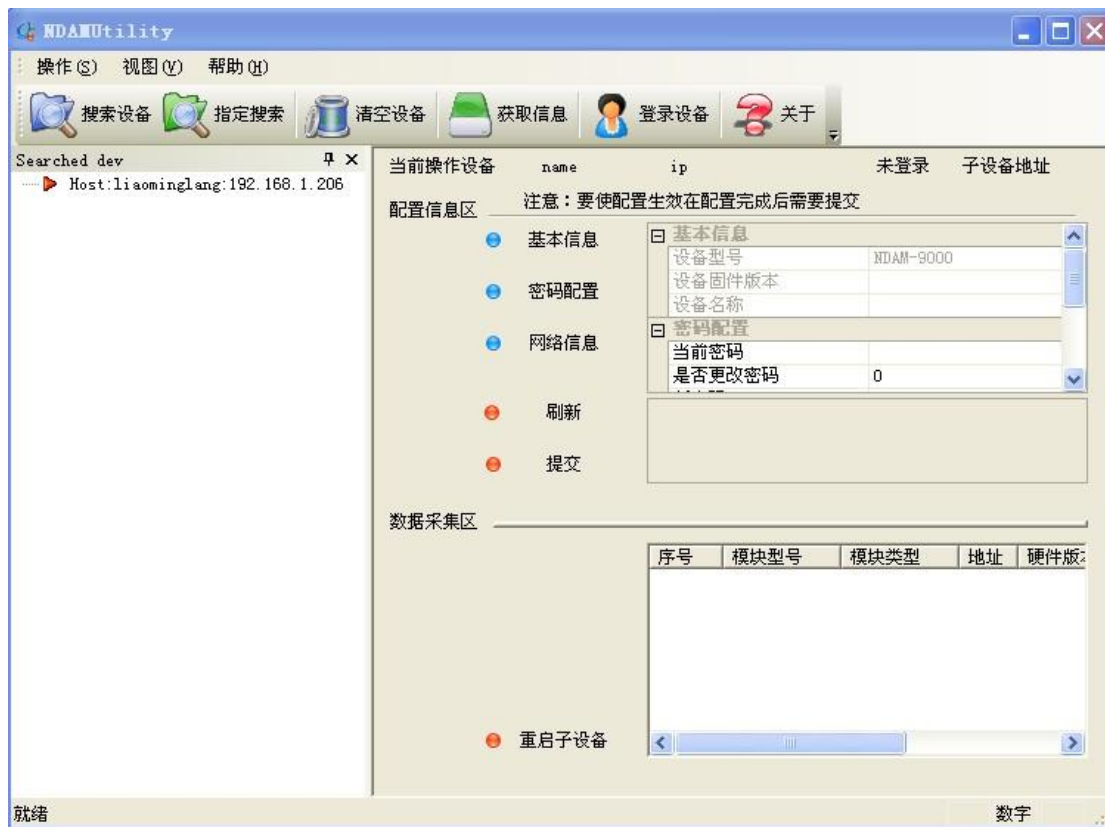

图 5.2 NDAM 配置软件界面
- 1) 在 PC 机上安装 NDAM 系列配置软件 NDAMUtility，其运行界面如图 5.2 所示；